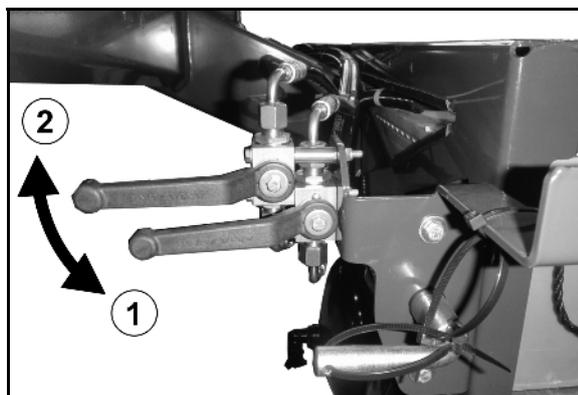

Fig. 23
- Absperrhähne am Hydraulik-Block öffnen (Fig. 23/1).
- Absperrhähne schließen (Fig. 23/2):